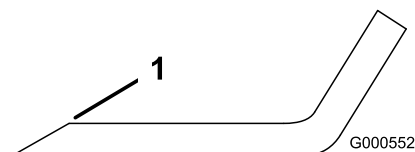

Figura 53
1. Utilice una lima para afilar el filo de corte en ambos extremos de la cuchilla (Figura 53).
Nota: Si la cuchilla no está equilibrada, rebaje algo el metal en la parte de la vela solamente con una lima (Figura 53).